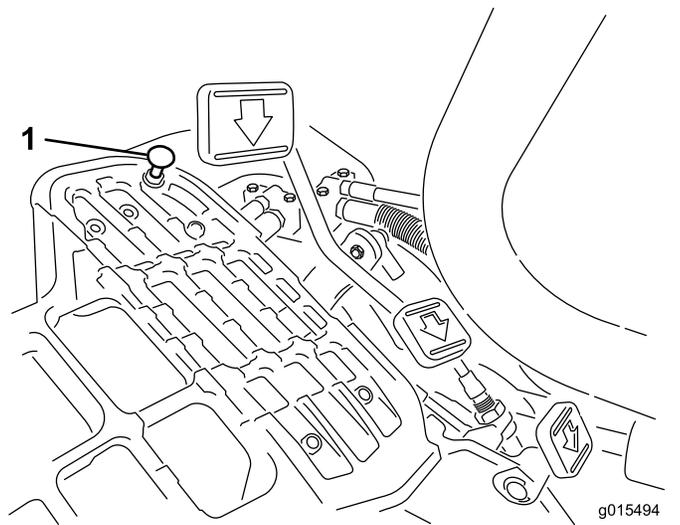

Рисунок 34
Для получения максимальной транспортной скорости переведите рычаг управления трансмиссией в положение ТРАНСПОРТИРОВКИ и нажмите на педаль управления тягой. Если педаль касается упора (**Рисунок 34**) до того, как на тросике начинает ощущаться натяжение, выполните следующую регулировку:
1. Переведите рычаг управления трансмиссией в положение ТРАНСПОРТИРОВКИ и ослабьте контргайку, которая крепит упор педали к полу (**Рисунок 34**).